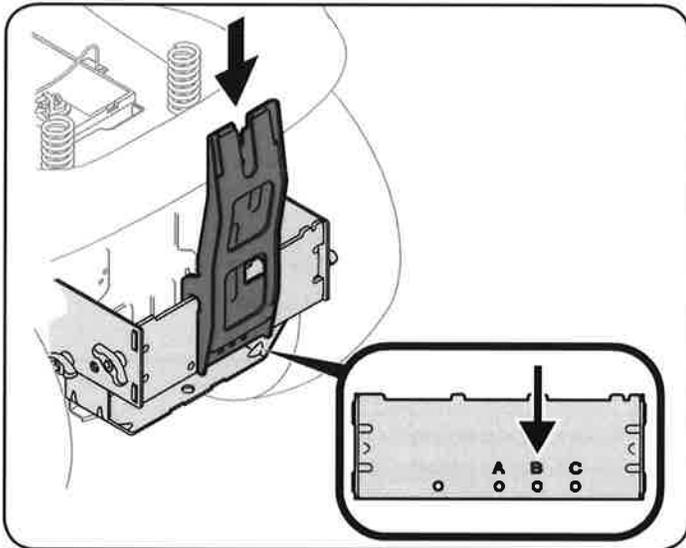

Figura 37
5. Instalar la abrazadera de soporte en posición vertical en el conjunto de montaje en el tractor enganchándolo sobre el soporte de montaje transversal, como en la Figura 37.
**Nota:** El soporte de montaje incluye una estampación sobre cada orificio de montaje que indica que la posición de montaje en el soporte vertical. Véase el recuadro de la Figura 37, o habrá tamaños cubierta grabado en la placa, o letras como la A, B, y C. Hole "B" se sugiere para 42" cubiertas y Hole "C" se sugiere para 46" cubiertas. Algunos equipos pueden contener placas con sugerencias tamaño mazo en lugar de letras.